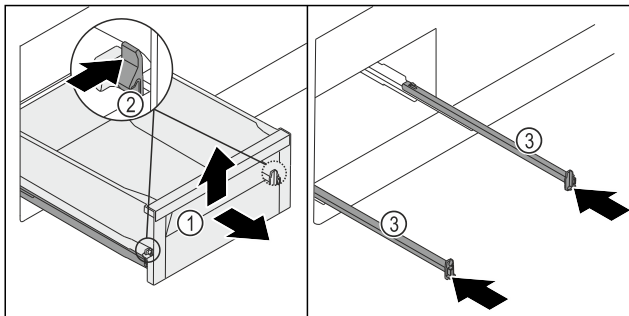

Fig. 137
- ▶ Izvucite ladicu Fig. 137 (1) do graničnika.
- ▶ Stezaljku Fig. 137 (2) lijevo i desno istovremeno pritisnite prema unutra.
- ▶ Ladicu Fig. 137 (1) se odvaja od vodilica.
- ▶ Podignite ladicu Fig. 137 (1) sprijeda.
- ▶ Izvadite ladicu Fig. 137 (1) prema naprijed.
- ▶ Ugurajte vodilice Fig. 137 (3).